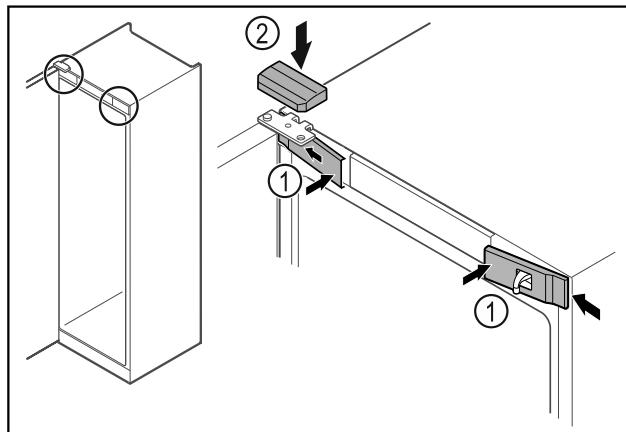

Fig. 46
- ▶ Futni nga anash kapakët mbulues të përparmë Fig. 46 (1) dhe mbërthejini.
- ▶ Mbërtheni nga lart kapakun mbulues të sipërm Fig. 46 (2).